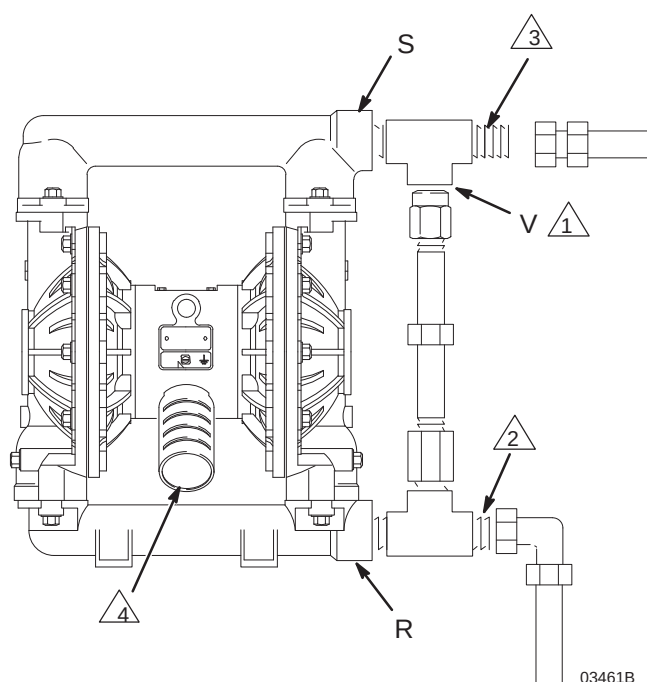

FIG. 4
Alcuni sistemi possono richiedere l'installazione di una valvola di scarico della pressione sul circuito di mandata della pompa per prevenire la sovrappressurizzazione e la conseguente rottura della pompa o del flessibile. Vedere: FIG. 4.
1. Rimuovere il silenziatore (P) dalla presa di scarico dell'aria della pompa.
2. Installare un flessibile di scarico dell'aria collegato a terra (T) e collegare il silenziatore (P) all'altra estremità del flessibile. Il flessibile di scarico dell'aria deve avere un diametro interno minimo di 3/4 in. (19 mm). Se è necessario un flessibile più lungo di 4,57 m (15 piedi), utilizzare un flessibile con un diametro maggiore. Evitare curvature acute o strozzature del flessibile. Vedere: FIG. 4.
3. All'uscita della linea di scarico dell'aria, posizionare un contenitore appropriato (U) per raccogliere il fluido in caso di rottura della membrana.